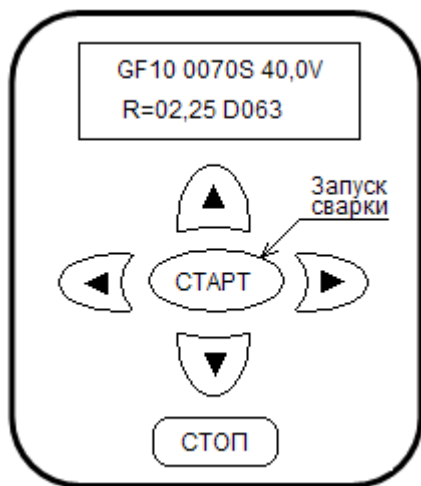

Рис. 14.
- после правильного считывания ШК - нажать кнопку «СТАРТ». Пример на рис. 14.